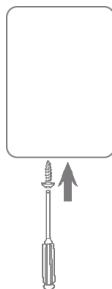

Figura 4
5. Chiudere il contenitore con la vite (vedi Figura 4).